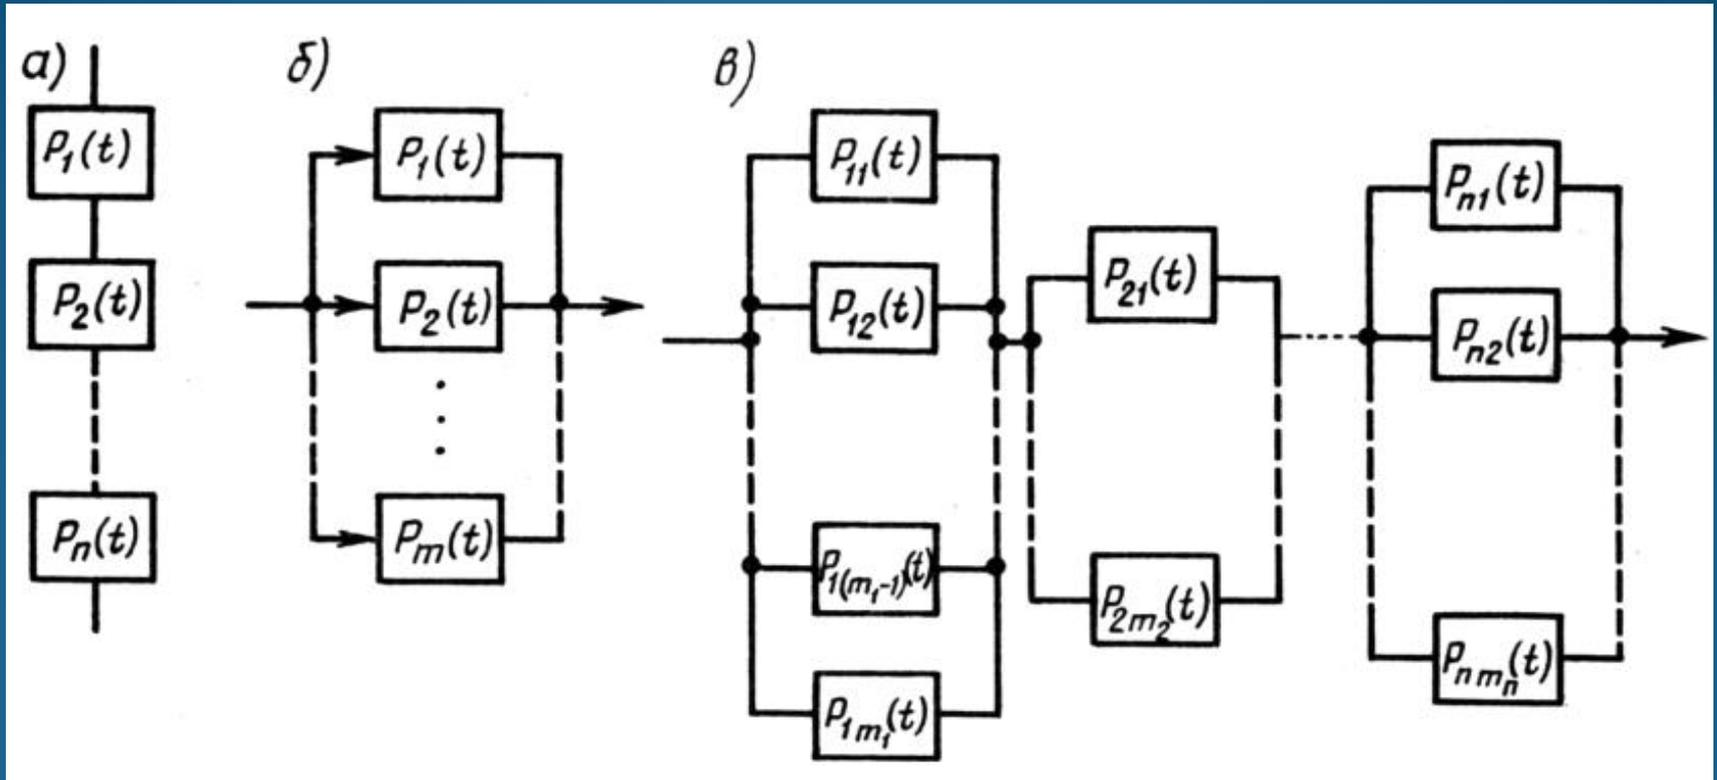

Рис.9.2 Схемы последовательного (а), параллельного (б) и параллельно-последовательного (в) включения элементов в надежностной структурной схеме.
- При **последовательном** включении элементов (*рис. 9.2, а*) для надежной работы схемы необходима работа всех функциональных элементов.
- Для другого простейшего случая построения структурной схемы **параллельного соединения** элементов (*рис. 9.2 б*) при вероятности отказов $Q_i(t)$ для каждого из элементов, входящих в схему, отказ всей схемы будет иметь место тогда, когда откажут все элементы, т.е.